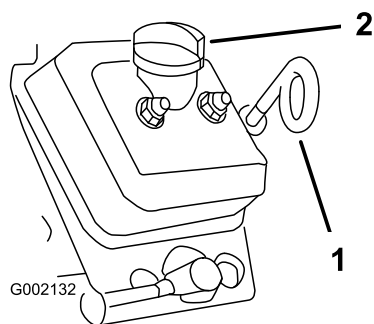

Figure 42
8. Nettoyez la surface autour de la jauge d'huile, du bouchon de remplissage et du goulot de remplissage, puis sortez la jauge d'huile (Figure 42).
9. Enlevez le bouchon de remplissage et versez l'huile spécifiée dans le goulot de remplissage jusqu'à ce que le niveau atteigne le repère maximum sur la jauge (Figure 42).
10. Insérez la jauge au fond du tube de jauge, ressortez-la et contrôlez le niveau d'huile (Figure 42).
11. Insérez la jauge dans le tube et remettez le bouchon de remplissage sur le goulot de remplissage jusqu'à ce que la jauge et le bouchon soient bien en place (Figure 42).